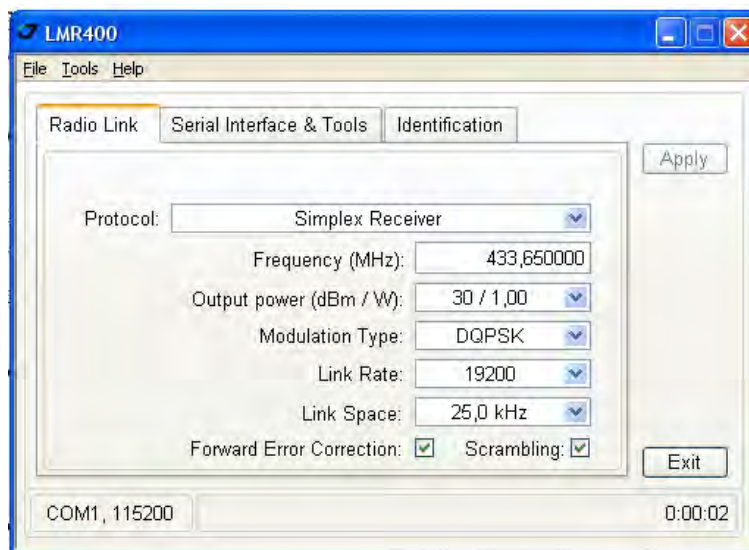

Рисунок 7. Закладка Radio Link
1. В закладке *Radio Link*, установите следующие параметры (Табл. 1) и нажмите *Apply* (Рис. 7).